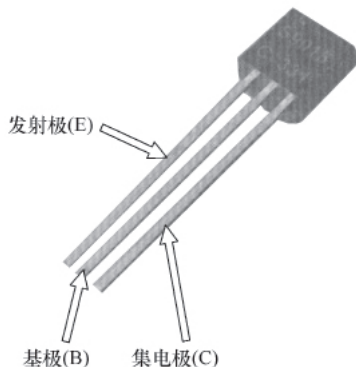

图 2-74 明确引脚的极性
如图 2-74 所示, 首先明确晶体管的 3 个引脚从左到右分别为发射极 (E)、基极 (B) 和集电极 (C)。